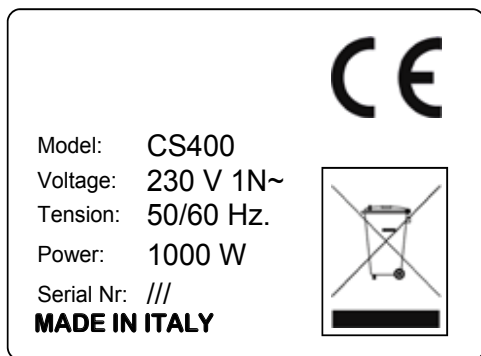

Fig.2
1. Put the thermostat (A fig.2) into position "0", and check that the thermostat light (B fig.2) is extinguished.
Lire attentivement les instructions contenues dans ce manuel. Avant de brancher l'appareil, contrôler que les données reportées sur la plaquette technique (fig.2) correspondent à celles du réseau de distribution électrique. Avant de commencer n'importe quelle opération, débrancher l'appareil du réseau électrique.
1.1 La plaquette d'identification et de données techniques est placée au dos de l'appareil (fig.2).